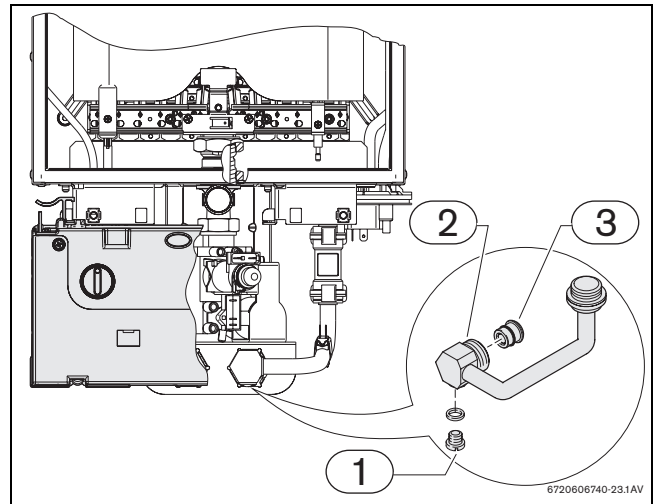

Fig. 7
- ▶ svitare ed asportare la vite di scarico (→Fig. 7, pos. 1).
- ▶ Non installare l'apparecchio in ambienti che presentino rischi in cui la temperatura possa scendere a 0° C. Nel caso, chiudere il rubinetto d'ingresso acqua fredda (→Fig. 2, pos. 230), aprire un rubinetto d'acqua calda, svitare con una chiave di misura corrispondente l'apposita vite (→Fig. 7, pos. 3) e scaricare l'acqua presente nell'apparecchio.